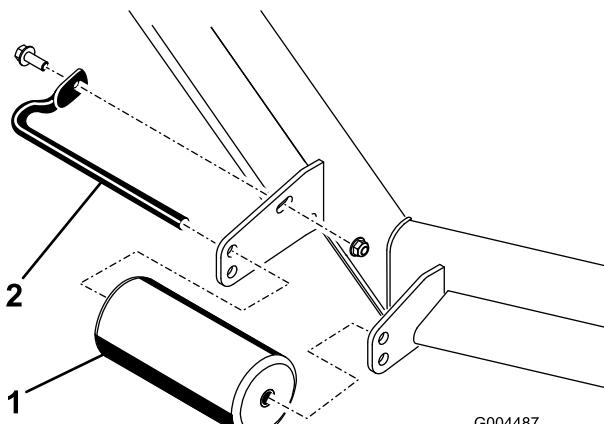

Figura 11
**Ajuste de los rodillos delanteros** (Figura 11).